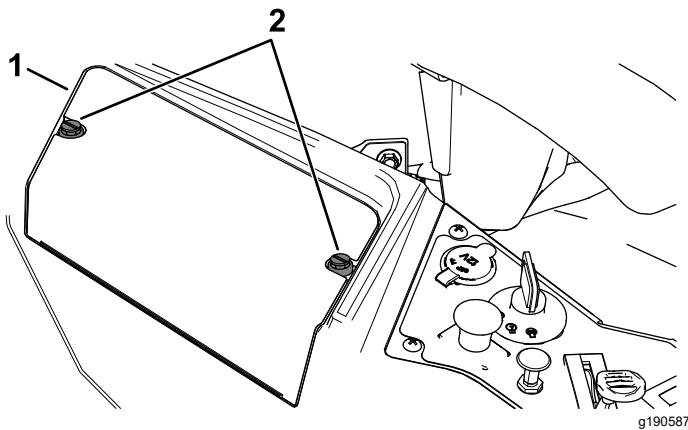

Figure 57
3. Desserez les 2 fixations sur le couvercle de la batterie en les tournant de 1/4 de tour dans le sens antihoraire, et déposez le couvercle (Figure 57).
6. Reposez le couvercle de la batterie en appuyant dessus et en serrant les 2 fixations dans le sens horaire (Figure 57).